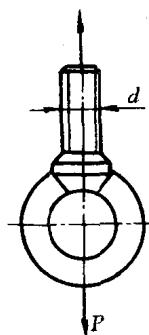

图 1-8
8. 某吊环螺钉如图 1-8 所示, 材料为 A2, 其极限应力  $\sigma_s = 220\text{ (MPa)}$ , 安全系数  $n = 6.5$ , 螺钉的最大受力  $P = 500\text{ (N)}$ , 试确定螺钉直径  $d$ 。